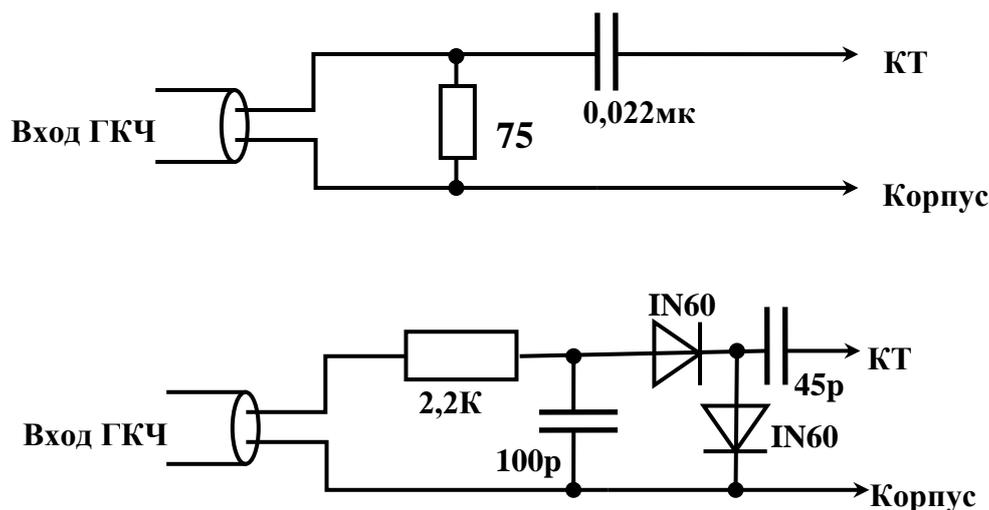

Рис. 32. Схема подключения измерительной аппаратуры при настройке фильтра «клевш»
1. Подключить измерительную аппаратуру к телевизору согласно схеме, приведенной на рис. 32.